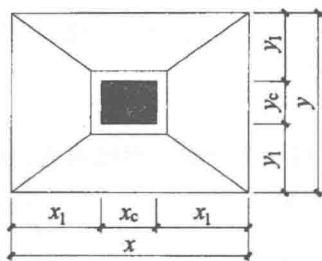
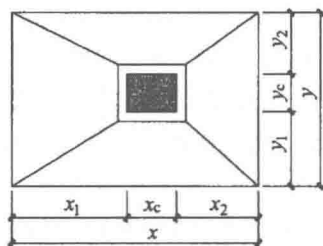

图 1-12 对称坡形截面普通独立基础原位标注
图 1-13 非对称坡形截面普通独立基础原位标注
② 坡形截面。对称坡形普通独立基础原位标注图,如图 1-12 所示。非对称坡形普通独立基础原位标注图,如图 1-13 所示。